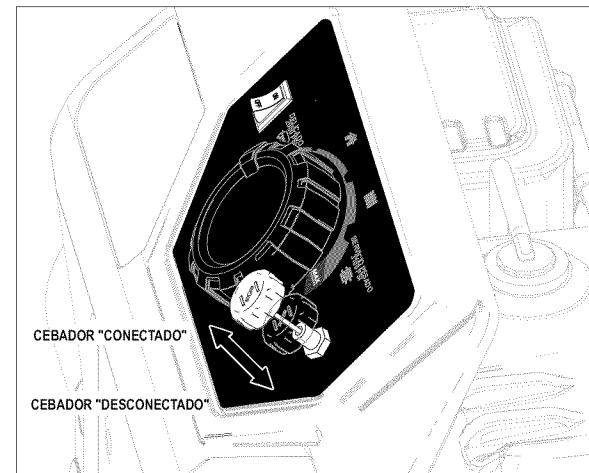

Figura 5-4. Perilla del cebador
- Coloque el cebador del motor tirando levemente hacia afuera de la perilla del cebador hasta que se detenga en la posición de "ON"(Figura 5-4).
Para un motor caliente, empuje la perilla del cebador hacia abajo hasta que se detenga en la posición "OFF"(Figura 5-4).